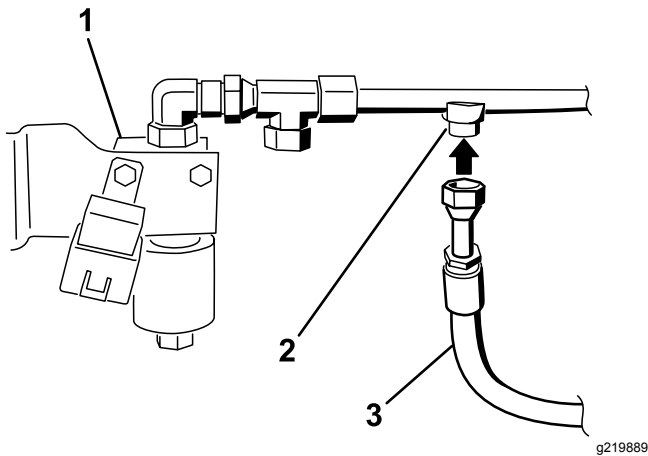

Bild 29
8. Befestigen Sie den Hydraulikschlauch mit den Anschlussstücken am Anschlussstück der Hydraulikleitung Nr. 2, wie in Bild 29 abgebildet.